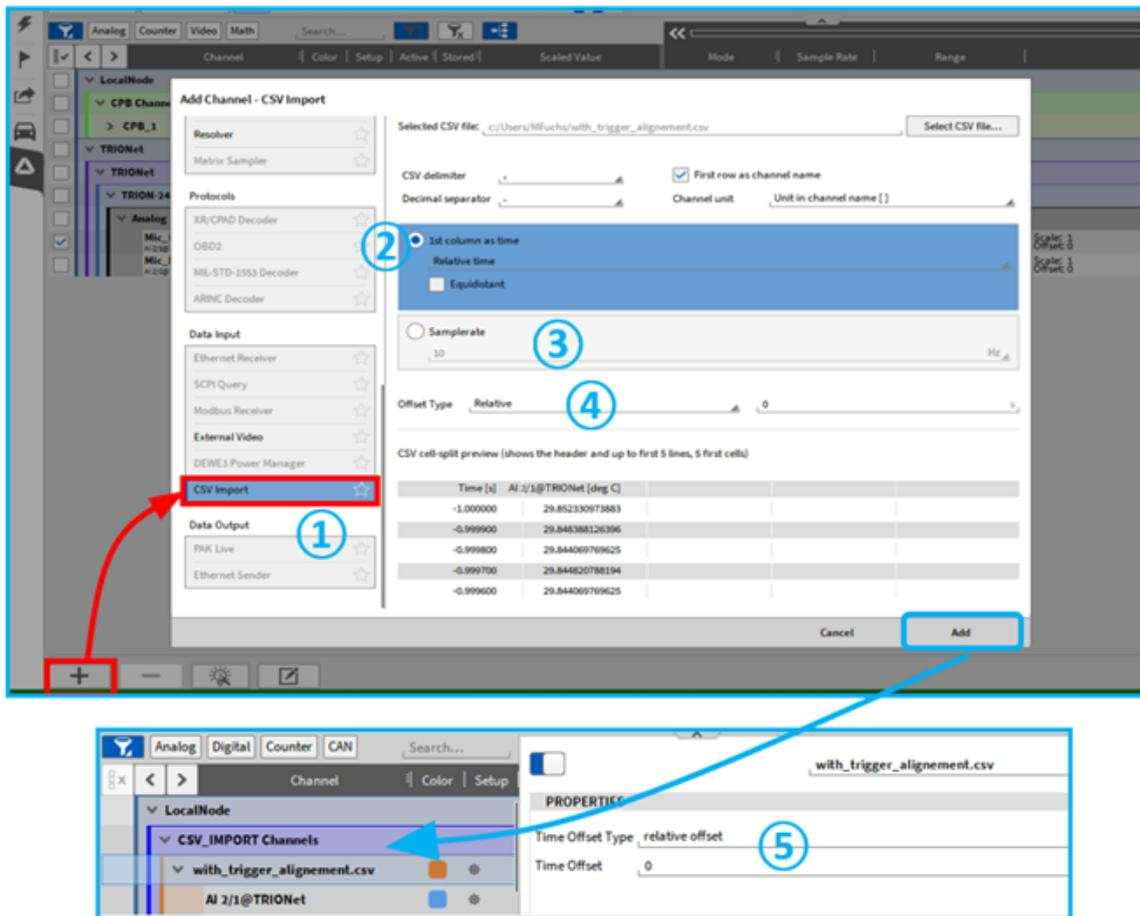

Abb. 7.174: CSV-Import
Im OXYGEN Viewer ist es möglich, CSV-Daten als Kanal zu importieren. Dies ist nur im PLAY-Modus möglich (siehe ① in Abb. 7.174). Die erste Spalte kann als relative oder absolute Zeit interpretiert werden (siehe ② in Abb. 7.174). Falls keine Zeit angegeben wird, kann eine synchrone Abtastrate definiert werden (siehe ③ in Abb. 7.174). Ein optionaler Zeitversatz kann vor Anlegen des Kanals (siehe ④ in Abb. 7.174) oder nachträglich in den Eigenschaften (siehe ⑤ in Abb. 7.174) definiert werden. Der importierte Kanal ist in der Gruppe *CSV_IMPORT Channels* in der Kanalliste zu finden.